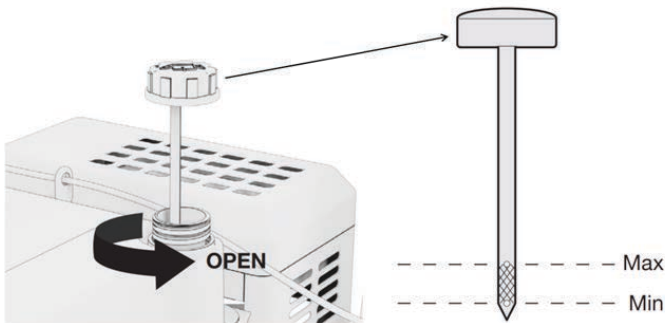

Рис. 29
- 2. Выкрутите пробку (Поз. 4, Рис. 3) маслоналивной горловины (рис. 29);